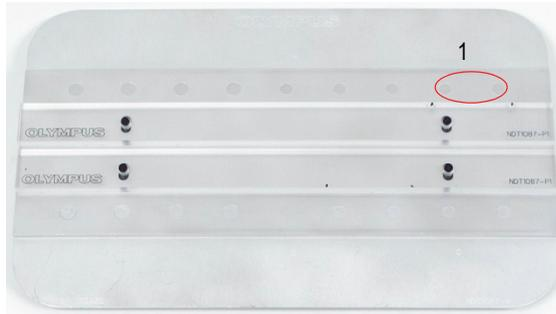

Figura 5-117 Posición 1 del estándar de calibración
3. Coloque la sonda en la posición 1 del estándar de calibración (vea la Figura 5-117 en la página 230) y, a continuación, pulse la tecla de menú A-LIFT NULL (). Asegúrese de que la sonda permanezca entre los dos remaches de fijación.
11. Coloque la sonda en la posición 1 del estándar de calibración (vea la Figura 5-117 en la página 230) y, a continuación, pulse la tecla de menú A-LIFT NULL (⊕). Asegúrese de que la sonda permanezca siempre entre dos remaches de fijación.